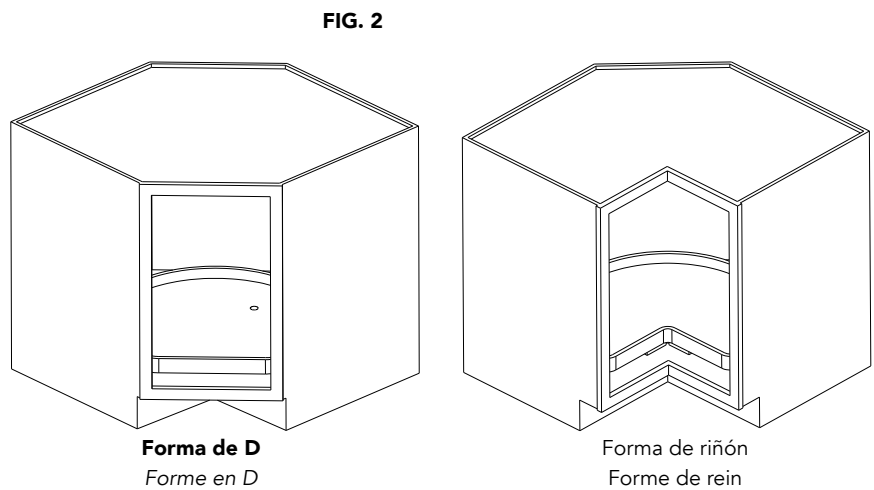

FIG. 3
Pour les tablettes circulaires et en forme de D, tournez la tablette en utilisant le trou prépercé, localisez le premier emplacement de montage du palier et fixez la tablette au plancher du meuble avec (1) vis à tête plate #8 x 1-1/4 po (voir la figure 3).